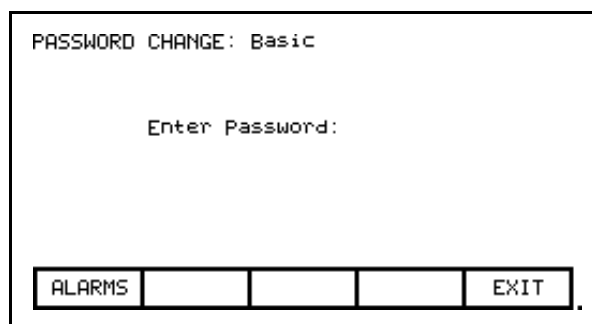

Figura 3.35 – Modifica PIN
Il valore predefinito per la password (PIN) dei livelli "Basic" e "Advanced" è zero (0), oppure è sufficiente premere il tasto [invio]. Questo valore può essere modificato dalla schermata ACCESS. Usare dapprima i tasti cursore su/giù per selezionare il livello di cui si vuole cambiare il PIN; quindi, premere il tasto [F9]. Compare la tipica schermata PASSWORD CHANGE mostrata in Figura 3.35. Questa mostra il livello di accesso a cui sarà applicato il nuovo PIN.